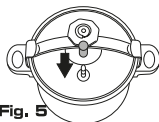

Fig. 5
- 7) Coloque a válvula rotativa sobre o pivot e rode-a ligeiramente para se assegurar do seu bom funcionamento. **Fig.5**